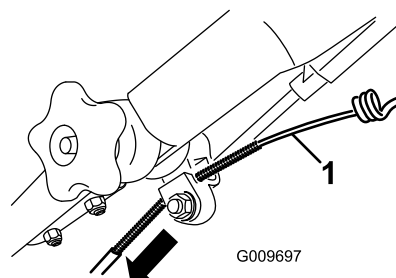

Рисунок 48
- Тяните за оболочку тросика вниз до тех пор, пока не будет выбрана вся слабина на открытой части тросика (Рисунок 48).